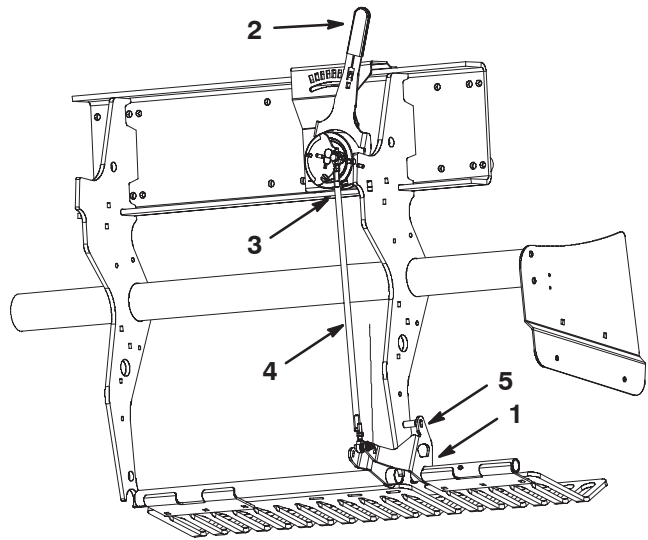

Figure 54
1. Tournez le support de fixation du déflecteur d'herbe gauche (Fig. 54) jusqu'à ce que la goupille de sécurité (mèche ou vis de 5/16) puisse être introduite entre le support et le tube de réglage de profondeur soudé au châssis.
2. Placez le sélecteur de protection du sol (Fig. 54) à la position "H" (profondeur maximale).
3. Débranchez le commutateur sphérique (Fig. 54) du faisceau de câblage (commutateur d'abaissement de tête).
4. Desserrez les écrous de blocage (gauche et droit) sur la biellette de réglage de profondeur (Fig. 54).